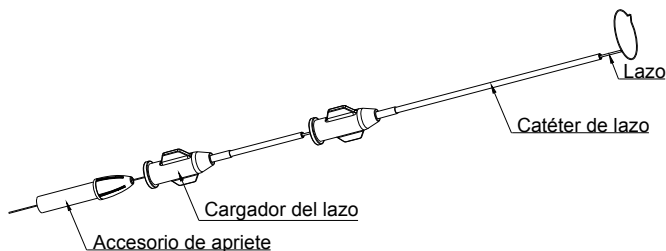
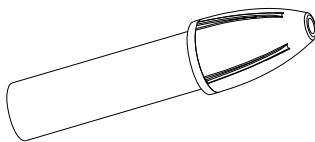

Figura 1 Sistema de lazo SeQure™
Figura 5 Accesorio de apriete
- Sistema de lazo SeQure™, que incluye un sistema de lazo general, un sistema de lazo pequeño y un sistema de lazo micro según los diferentes tamaños del bucle y la longitud del lazo; consta de un lazo, un catéter de lazo, un cargador del lazo y un accesorio de apriete. El lazo está formado por un eje de nitinol y un bucle, que se conectan en la sección cónica del eje de nitinol mediante la fuerza de compresión de la retracción de un tubo termorretráctil de PTFE. El bucle está fabricado con filamentos de nitinol trenzados, enrollados con alambre de tungsteno recubierto de nitruro de titanio para mejorar la radiopacidad. El plano del bucle es perpendicular al eje de nitinol. El bucle del lazo preformado se puede introducir a través del catéter sin riesgo de deformación gracias a la memoria de forma y las propiedades superelásticas del nitinol. El catéter de lazo está fabricado con tubos de PE y el conector tipo luer tiene una banda de marcado radiopaca en su punta distal para mejorar la visibilidad durante la operación. El lazo se ensambla previamente con el cargador del lazo y el accesorio de apriete, y se suministra en el envase junto con el catéter correspondiente. (Consulte de la Figura 1 a la Figura 5)